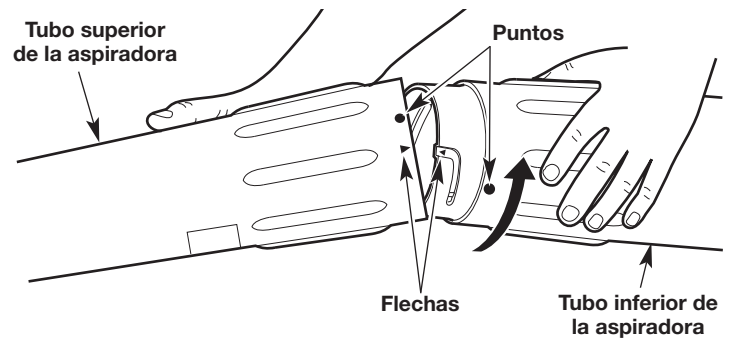

Fig. 8
2. Debe alinear la flecha del tubo inferior con la flecha del tubo superior de la aspiradora (Fig. 8).
3. Inserte el tubo inferior en el tubo superior de la aspiradora (Fig. 8).
4. Con ambas manos, gire el tubo inferior de la aspiradora hacia la derecha hasta que calce en su lugar (Fig. 8).
NOTA: Cuando está bien armado, el punto del tubo inferior queda alineado con el punto del tubo superior de la aspiradora (Fig. 8).